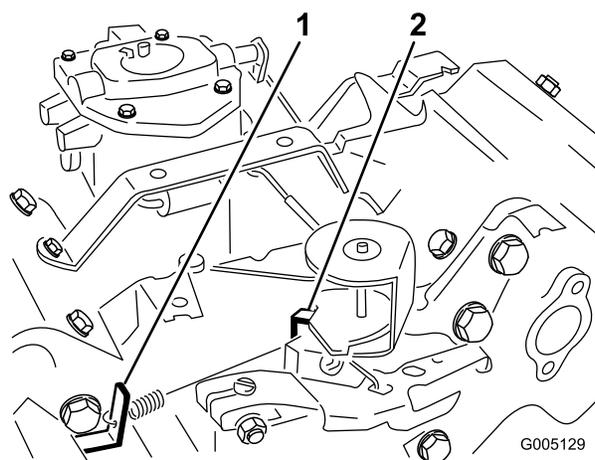

Figura 47
3. Dobre o batente da mola de velocidade intermédia (Figura 47) até obter uma velocidade de 1650 ± 100 rpm. Verifique a velocidade com um tacómetro.
- Desloque a alavanca do regulador para a posição Fast (rápido). Dobre o batente da mola de velocidade elevada (Figura 47) até obter uma velocidade de 2850 ± 50 rpm.